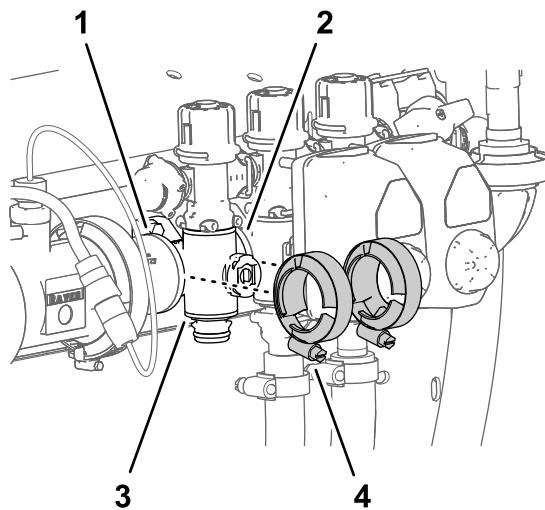

图 116
3. 取下将喷洒臂段歧管阀固定至相邻组件法兰上的 2 个法兰夹具图 116。